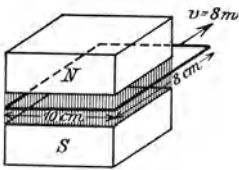

Abb. 57. Erläuterung zu Aufgabe 141.
**141.** Ein Stab aus 3 [2] mm rundem Kupferdraht ist zu einem Rechteck von 10 [18] cm und 8 [6] cm Seitenlänge verlötet. Die eine 10 [15] cm lange Seite befindet sich in einem Felde, dessen konstante Dichte 4500 [6000] Gauß ist; das Rechteck wird senkrecht zu den Feldlinien mit einer Geschwindigkeit von 8 [10] m/sec fortbewegt, wie Abb. 57 darstellt. Gesucht wird: